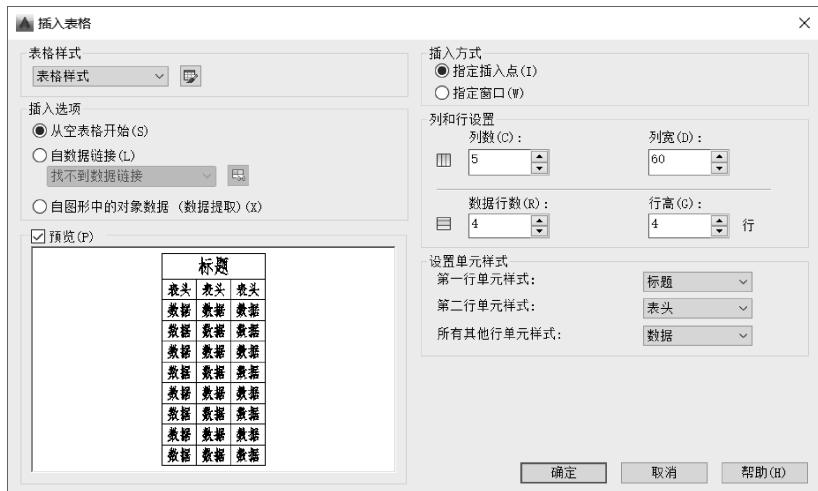

图7-45 “插入表格”对话框设置示例
- 5) 设置“行数”和“行高”：分别输入“4”和“4”，设置如图7-45所示。